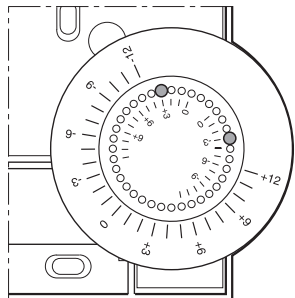

Figura 6: Limitazione del campo di regolazione
- Spostare le due piccole spine nei fori della rotella di regolazione per limitare il campo di regolazione (vedere Figura 6.). Orientarsi per tale operazione con la scala interna: Nella Figura 6, le spine sono impostate in modo tale che la rotella di regolazione si possa spostare solo di ± 3 °C dal punto zero.